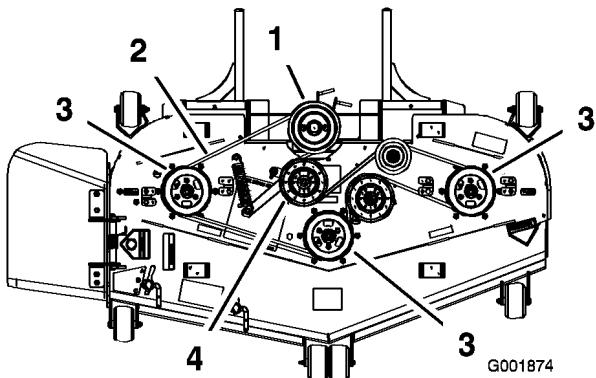
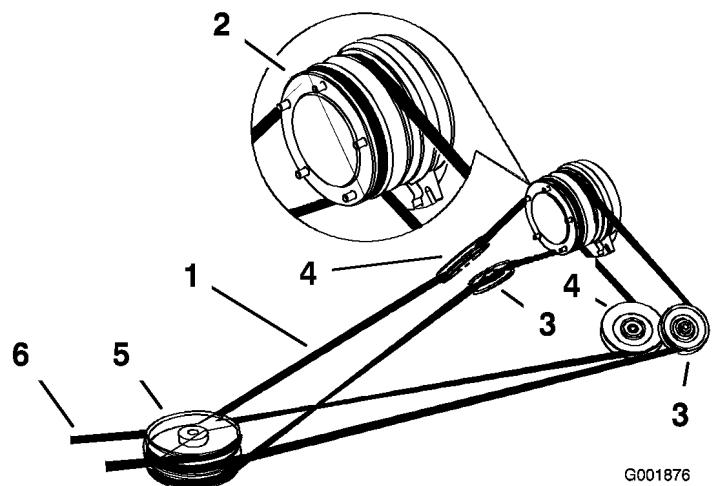

Figura 60
Figura 62
5. Togliete la cinghia del tosaerba dalle pulegge e dalla puleggia superiore delle tre pulegge sovrapposte (Figura 59 e Figura 60).
6. Montate la nuova cinghia attorno alle pulegge del tosaerba ed alla puleggia superiore delle tre pulegge sovrapposte (Figura 59 e Figura 60).
7. Tirate il braccio di rinvio a molla per allentare la tensione della cinghia e allineate la cinghia del tosaerba sulla puleggia tendicinghia (Figura 60).
4. Tirate la puleggia tendicinghia a molla per allentare la tensione della cinghia (Figura 62).
5. Togliete la cinghia del tosaerba dalla puleggia superiore delle tre pulegge sovrapposte (Figura 60 e Figura 62).
7. Montate la nuova cinghia di trasmissione attorno alla puleggia della frizione, alle pulegge tendicinghia regolabili, alla puleggia tendicinghia a molla ed alle tre pulegge sovrapposte anteriori (Figura 62).
9. Montate la cinghia del tosaerba attorno alle pulegge ed alla puleggia superiore delle tre pulegge sovrapposte (Figura 60 e Figura 62).